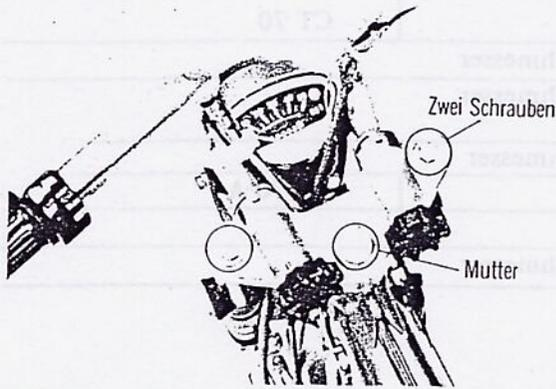

Abbildung 57
Ferner ist er so konstruiert, daß er vom Rahmen abgenommen werden kann. (Abbildung 57)
- (1) Nach dem Lösen der beiden Lenkerfeststellschrauben schraubt man die beiden Anschlagmutter mit dem Spezialwerkzeug (07072-09801) von der oberen Gabelbrücke ab.
- (2) Die beiden Schrauben und die 29 mm-Steuerkopfmutter entfernen. (Abbildung 57)
- (6) Jetzt kann der Lenker zusammen mit der Lenkerbrücke vom Rahmen abgenommen werden. (Abbildung 57)